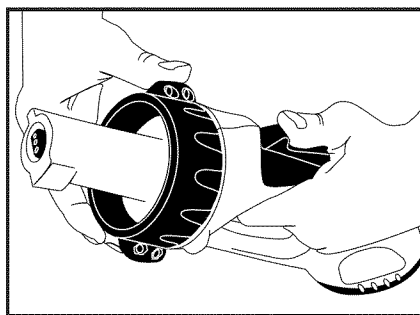

Figure 3
1. Faire pivoter la bague de verrouillage de la poignée d'alimentation électrique en position déverrouillée. (Voir figure 3.)